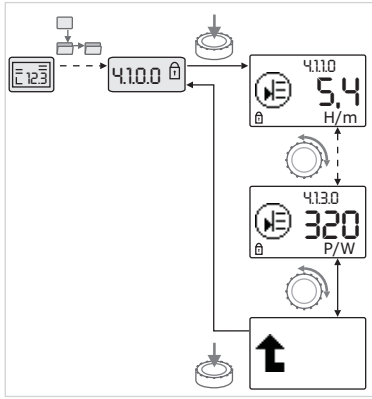

Fig. 42: solicitud de información
- Gire el botón de control se accede a elementos de menú del tipo "Información" del submenú actual (véase la fig. 42). Para obtener una explicación de los ajustes representados por símbolos, véase la tabla del capítulo 8.7 "Referencia de elementos de menú" en la página 38.